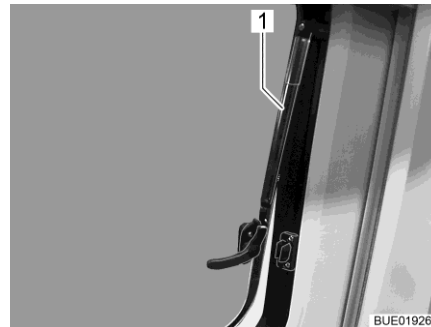

Fig. 17 Fenêtre projetante avec bras automatiques, ouverte
- Ouvrir la fenêtre projetante jusqu'à la position d'ouverture désirée. Faire s'enclencher la fenêtre projetante avec bras automatique (Fig. 17,1).